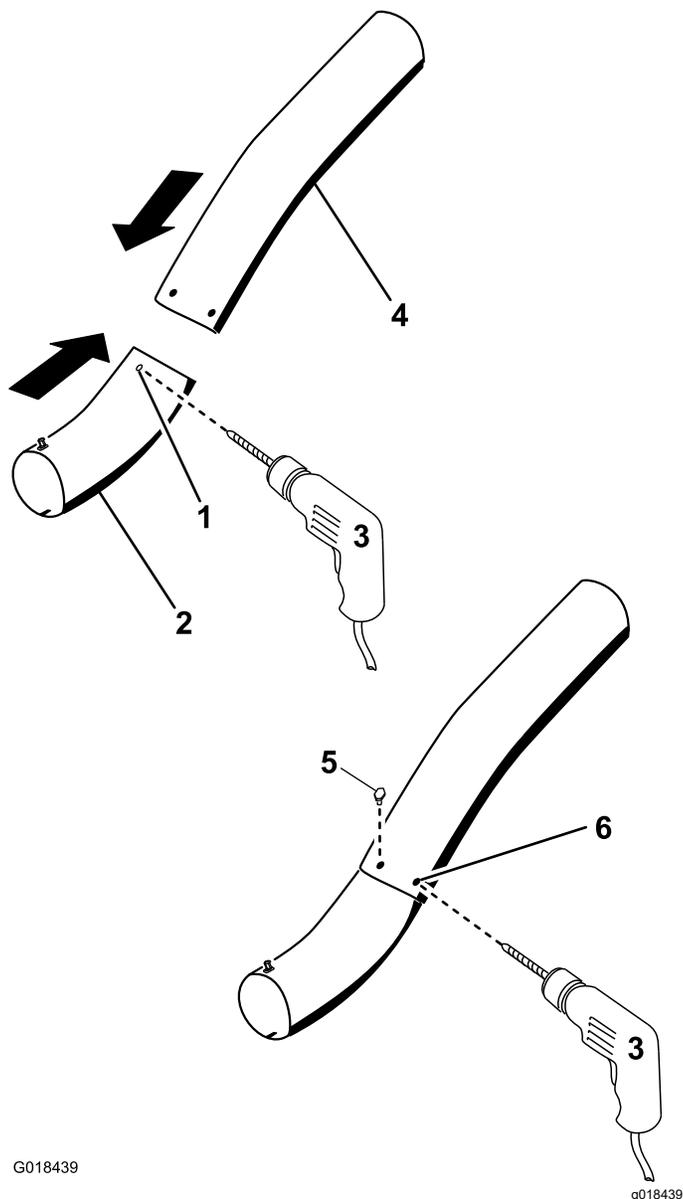

Figura 32
12. Utilizando os orifícios existentes no tubo superior como modelo, perfure dois orifícios de 6,5 mm de diâmetro através das marcas no tubo inferior (**Figura 32**).
15. Instale as anilhas ($\frac{1}{4}$ pol.) nos parafusos (**Figura 32**).
16. Utilizando uma ferramenta de chave sextavada, instale os parafusos ($\frac{1}{4} \times \frac{3}{4}$ pol.) e anilhas ($\frac{1}{4}$ pol.) a partir do interior do tubo inferior e através dos orifícios existentes no tubo superior (**Figura 32**).
17. Prenda os tubos em conjunto com as porcas ($\frac{1}{4}$ pol.) como se mostra na **Figura 32**.